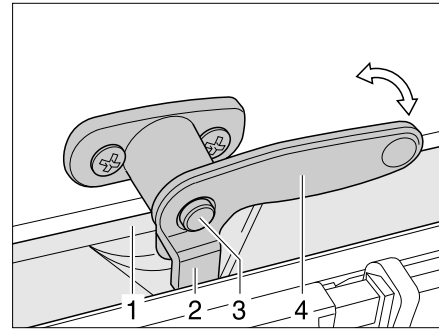

Fig. 79 Levier de verrouillage avec bouton de sécurité en position "fermée"
- Tourner le levier de verrouillage (Fig. 79,3) d'un quart de tour vers le centre de la fenêtre.